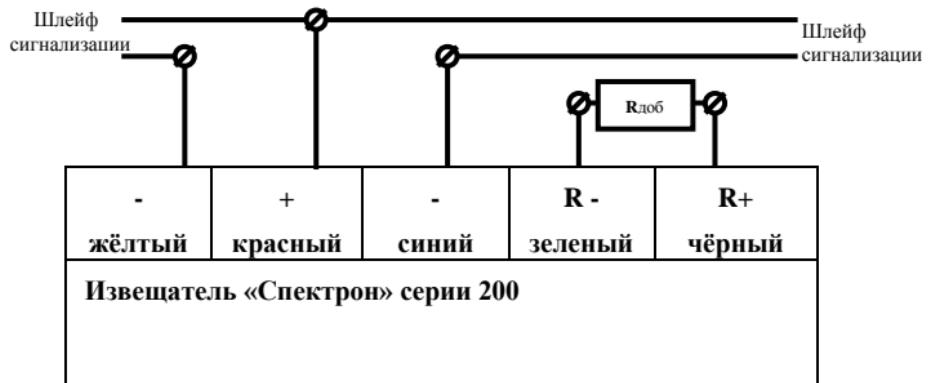

Рис. 3
2.2.3.1 Схема подключения Извещателя к шлейфу сигнализации показана на рисунках 3 и 4. Согласование токов режима «Пожар» Извещателя, питаемого по шлейфу сигнализации, см. рис. 3, и режимов «Внимание» и «Пожар» используемого приёмно-контрольного прибора производится подключением резистора  $R_{доб.}$ , номинал определяется из таблицы 3.